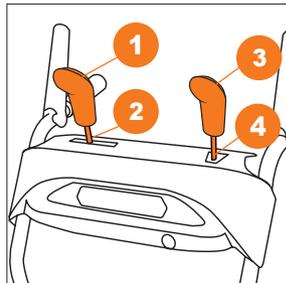

Рис. 11
- Накрутите рукоятки **1 3** рычагов управления на соответствующие штанги **2 4** (Рис. 11).